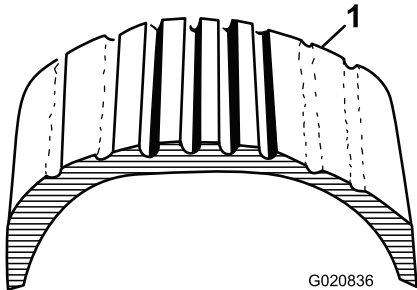
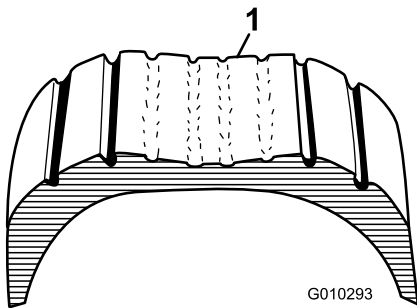

Figure 17
Figure 18
1. Vérifiez visuellement l'état et l'usure des pneus (Figure 17 et Figure 18).